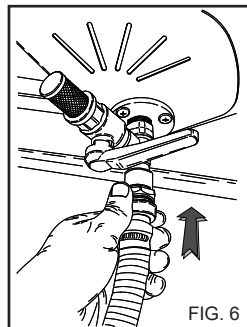

FIG. 6
Schließen Sie den Saugschlauch des inertes Produkts an den Anschluss unten am Trichter an. (Fig. 6).
7) Regeln Sie den Fluss des inerten Produkts, je nach den durchzuführenden Reinigungsarbeiten, über den Hebel unten am Trichter. (Fig. 6).